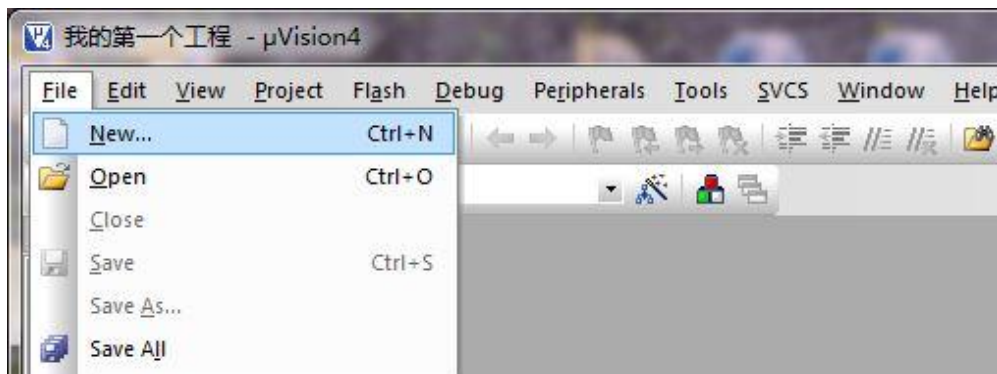

图 2-17 新建文件
5.选择 File→New 菜单项（或者直接 CTRL+N），如图 2-17 所示。